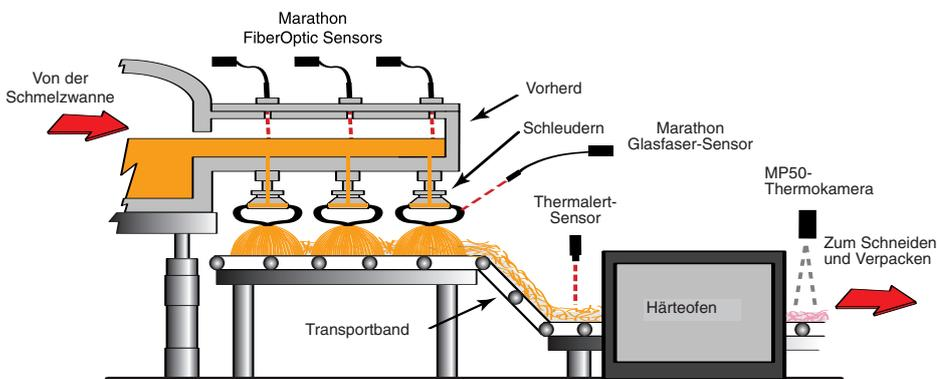

Abbildung 4: Glasfaser-Produktion (Schleuderverfahren)
- das Schleuderverfahren (Abbildung 4) und